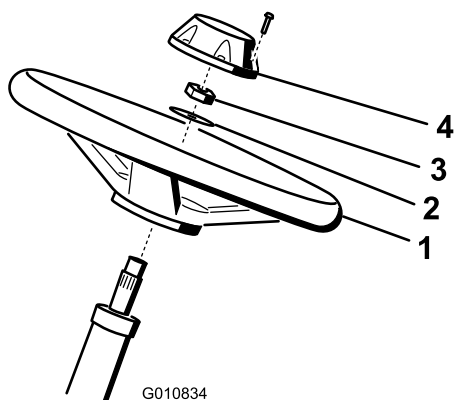

図 5
1. ハンドルをステアリングシャフトにはめ込む 図 5。
2. ワッシャをステアリングシャフトにはめ込む 図 5。
3. ロックナットでハンドルを固定し、27-35 N・m (2.8-3.6 kg/m = 20-26 ft-lb) にトルク締めする 図 5。
4. キャップを取り付け、ボルト6本で固定する 図 5。